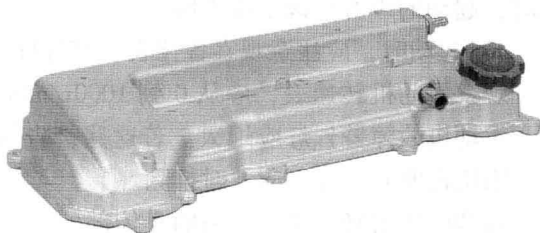

图 1-12 气门室盖的检查
2) 如图 1-12 所示，将气门室盖放在一个平面上，检查气门室盖与平面之间的间隙，检查气门室盖有无变形。如有变形，将会导致密封不严。